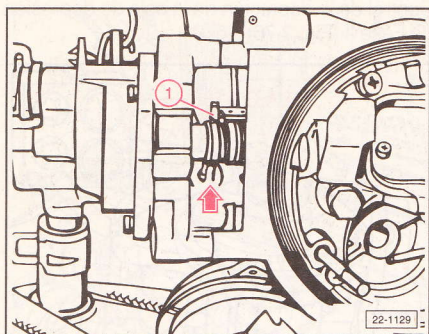

Fig. 2.64
Abrir la mariposa hasta que las revoluciones del motor asciendan a aprox. 2500 rpm. Presionar el disco escalonado (1) hacia abajo hasta el tope (flecha) y recuperar la mariposa (Fig. 2.64) (el tornillo de ajuste deberá encontrarse en el penúltimo escalón del disco escalonado). Controlar el régimen de revoluciones.